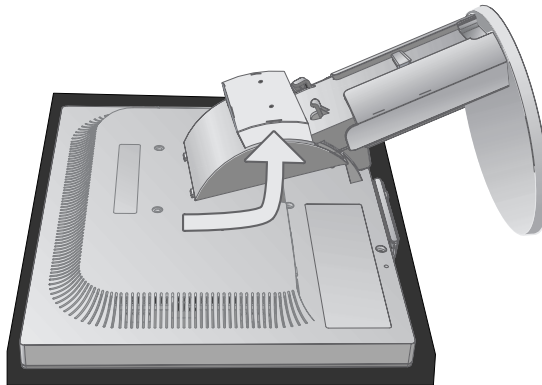

Figure S.3
5. Retirez le support comportant trois crochets dans la direction illustrée à la (**Figure S.3**).